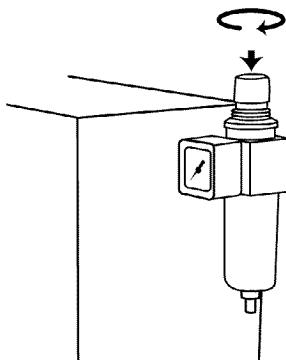

Figura 6
- Cuando la presión en el indicador del regulador llegue a 65psi, trabe la perilla en esa posición empujándola firmemente. (Ver Figura 6)